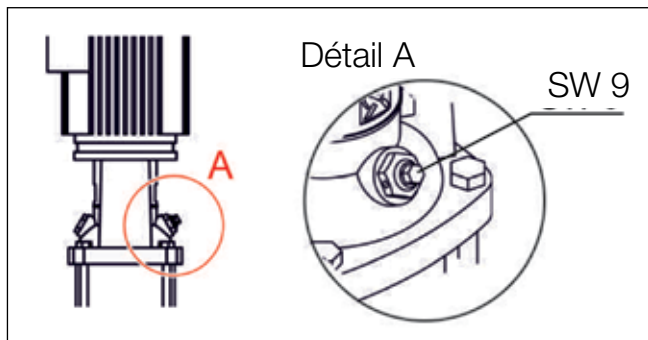

Figure 14 : Soupape de purge de la pompe de maintien de pression
Variante B: Le réglage s'effectue à l'aide de la molette de réglage (2). Si le module de réalimentation EMCF est installé en usine, celui-ci est déjà réglé, voir Bande d'étanchéité sur la soupape (3) (Fig. 14).